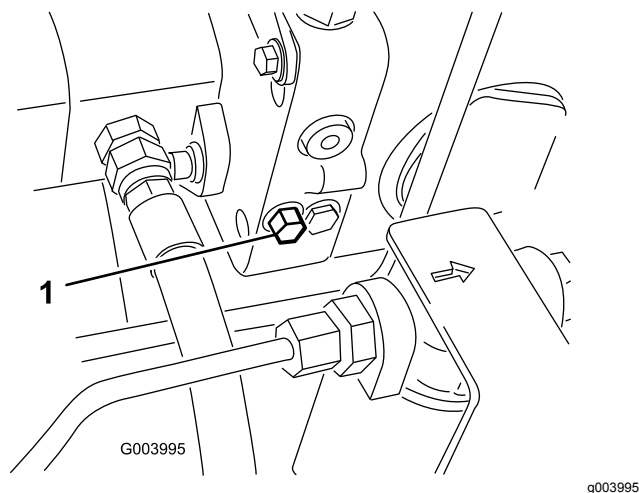

Рисунок 25
1. Найдите перепускной клапан с левой стороны гидростата (Рисунок 25).